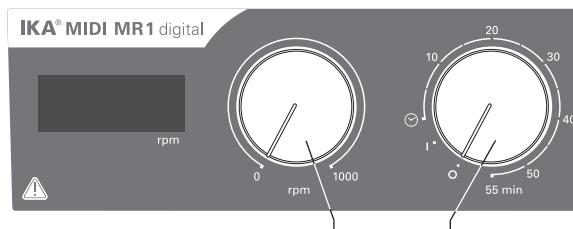

Fig. 3
- ⇒ Per accendere l'apparecchio, ruotare la manopola "On/Off" e posizionare la manopola "Timer" (B, ved. **Fig. 3**) in senso orario sulla posizione "1".
- ⇒ Per spegnere l'apparecchio, ruotare la manopola "On/Off" e posizionare la manopola "Timer" (B) sulla posizione "0".
- ⇒ Regolare il numero di giri del motore con la manopola "**Numero di giri**" (C, ved. **Fig. 3**). Il numero di giri del motore può essere impostato da 0 a 1000 rpm per **MIDI MR 1 digital** e da 0 a 600 rpm per **MAXI MR 1 digital**.